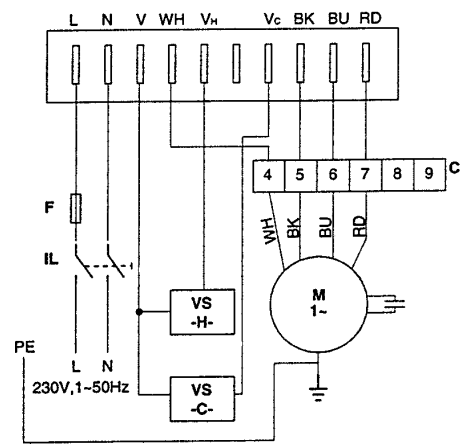

Рис.8
3. Выполните подключение электрических проводов, как показано на Рис.8 :